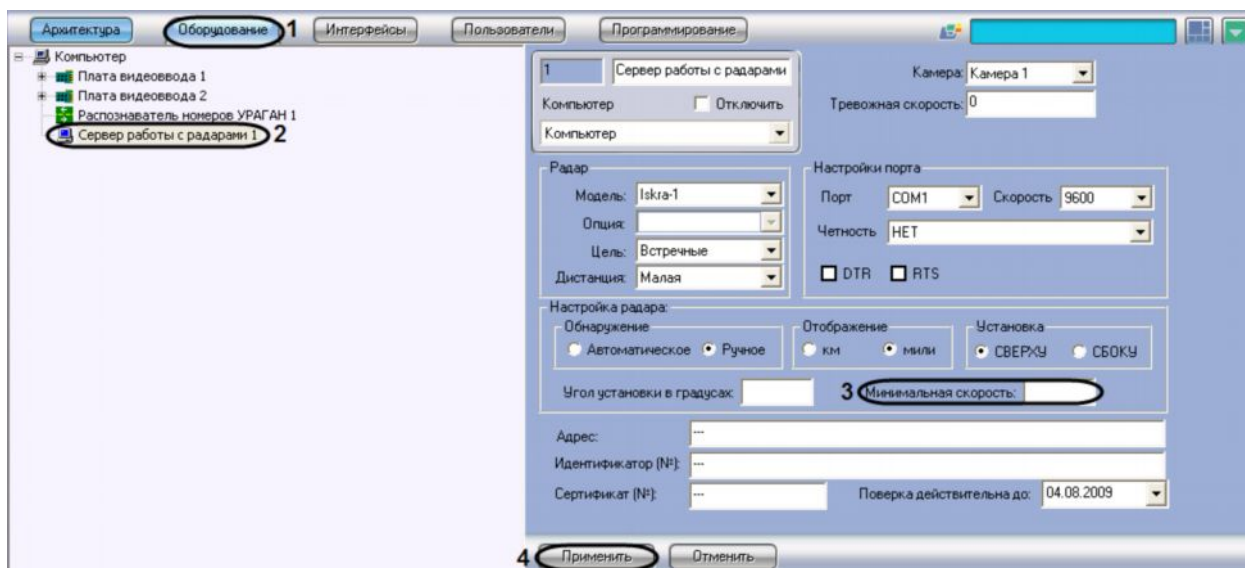

Рис. 7.4.13-1 Указание минимальной скорости движения транспортного средства, определяемого устройством «Радар»
1. В диалоговом окне «Настройка системы» перейти на вкладку «Оборудование» (см. Рис. 7.4.13-1, 1).
2. В дереве объектов на вкладке «Оборудование» выбрать объект «Сервер работы с радаром», соответствующий настраиваемому программному модулю «Радар» (см. Рис. 7.4.13-1, 2). В правой части вкладки «Оборудование» отобразится панель настройки выбранного объекта.
3. Задать в поле «Минимальная скорость» минимальную скорость движения транспортных средств, определяемую устройством «Радар» (см. Рис. 7.4.13-1, 3).
4. Нажать кнопку «Применить» (см. Рис. 7.4.13-1, 4).